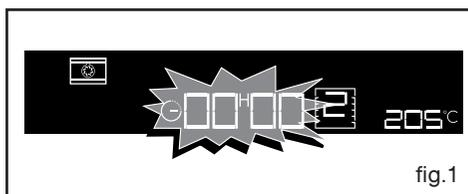

fig.1
- Appuyez 1 fois sur la touche  (fig.1).
le four étant à l'arrêt, appuyez simultanément sur les touches  et  pendant quelques secondes (fig.1).